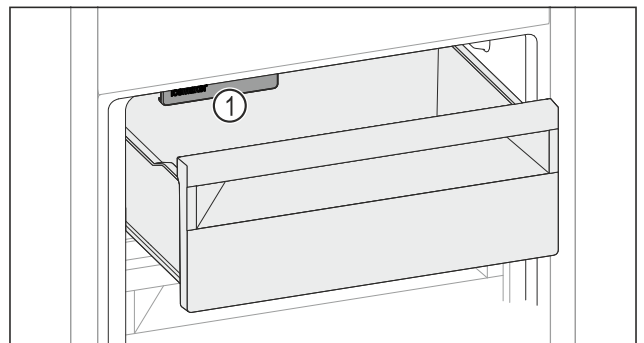

Fig. 160
- ▶ IceMaker Fig. 160 (1) berücksichtigen.